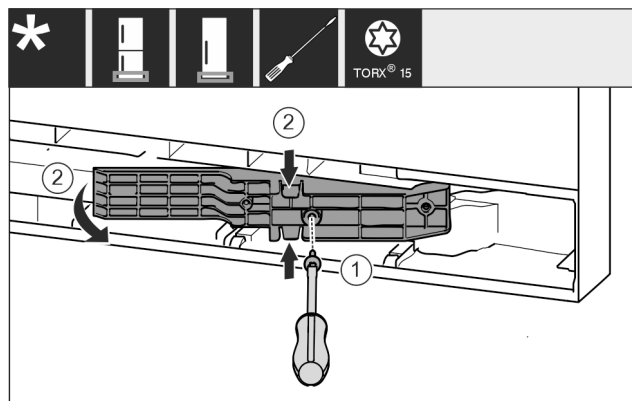

Fig. 18 *
- ▶ С отвертка T15 развийте винтовете. Fig. 18 (1)*
- ▶ Изтеглете адаптерния елемент. Fig. 18 (2)*